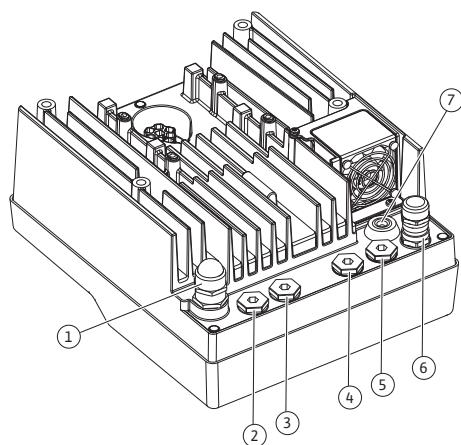

Fig. 18: Passe-câbles à vis/Passe-câbles
4. Guider les câbles de raccordement dans le passe-câbles à vis M25 (Fig. 18, pos. 1). Serre le passe-câbles à vis au couple prescrit.